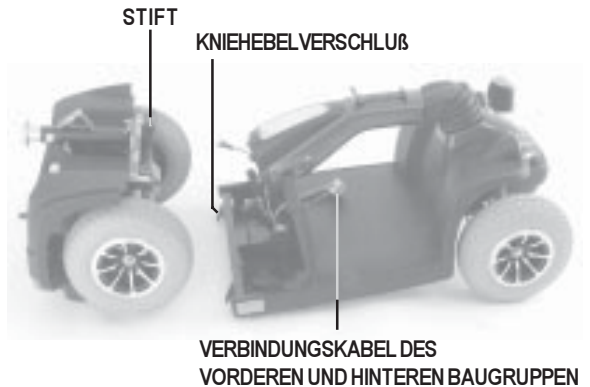

Abb. 20. Rahmenteile
1. Vorder- und Heckteil Ihres Elektromobils wie in Abb. 20 hinstellen.